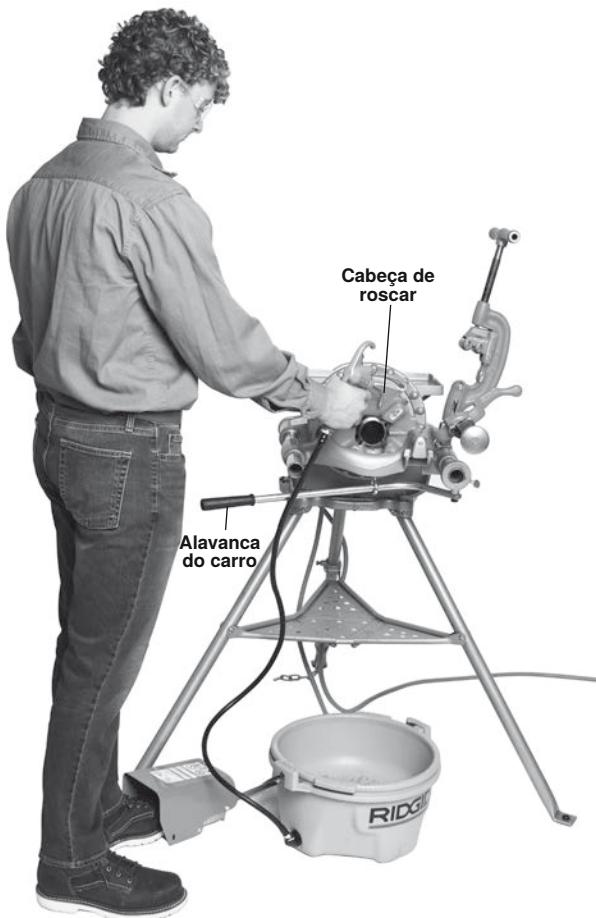

Figura 23 – Roscagem de tubos com cabeças de roscar/ posição de funcionamento correta
6. Mova a alavanca do carro para colocar a cabeça de roscar na extremidade do tubo (*figura 23*). Aplique uma levea força à alavanca do carro para iniciar a cabeça de roscar no tubo. Assim que a cabeça de roscar começar a roscar o tubo, não é necessária mais força na alavanca do carro.